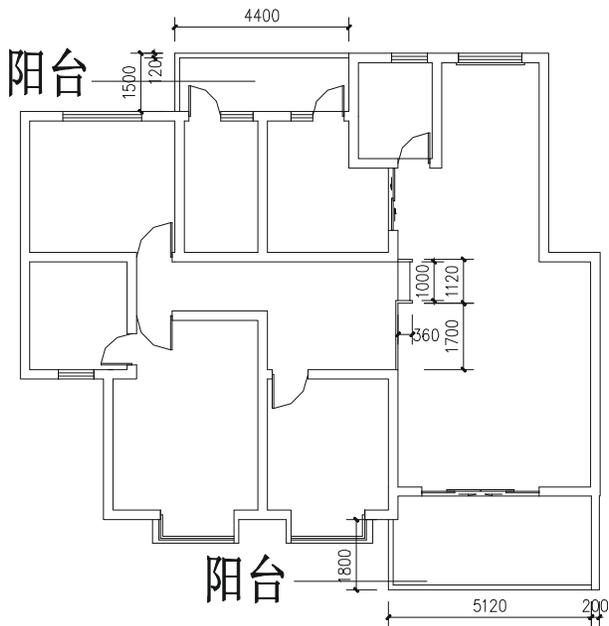

图 11-1-12
- STEP 15** 使用绘制多段线命令 `PLINE` 绘制出阳台的外轮廓线，再使用偏移命令 `OFFSET` 将其向内偏移 120，并绘制室内的两阶踏步和其旁边的栏杆，如图 11-1-12 所示。